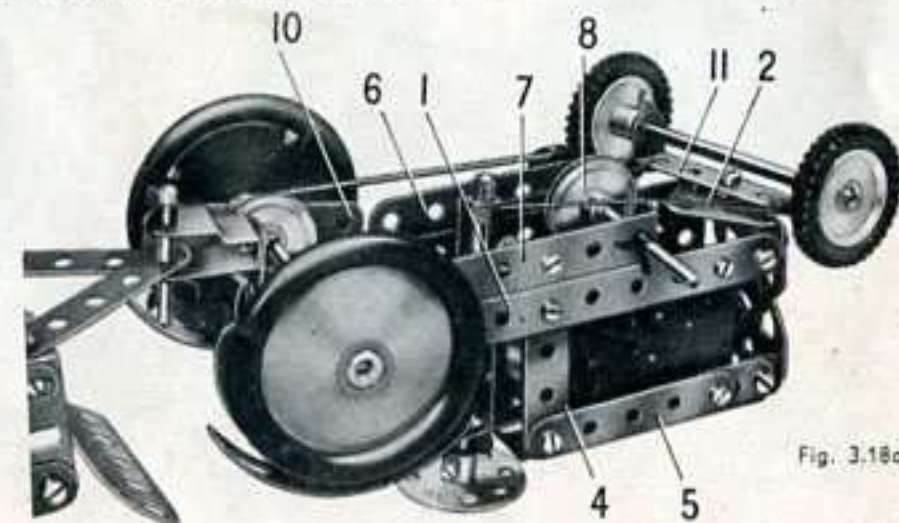

Fig. 3.18a
Chaque côté du châssis du tracteur est constitué par une bande de 11 trous (1). Ces bandes sont réunies à l'avant par une embase triangulée coudée (2) vissée sur des équerres, et à l'arrière par une bande de 5 trous (3), également fixée sur des équerres. Deux embases triangulées plates, boulonnées ensemble, sont fixées sur le rebord de l'embase triangulée coudée (2). Une bande de 5 trous (4) est fixée sur chacune des bandes (1). Les extrémités supérieures des bandes (4) sont réunies à des bandes de 5 trous (5) prolongées par des supports plats. Les bandes (5) sont reliées au radiateur par des équerres. Un moteur Magic est boulonné directement sur l'une des bandes (fig. 3.18a).